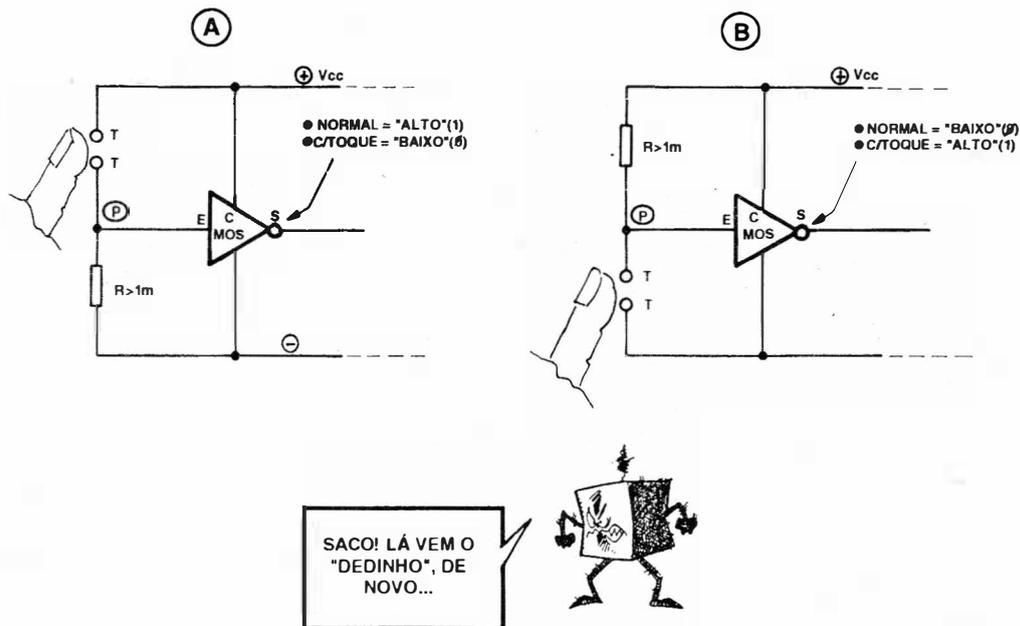

FIG. 3
- FIG. 3 - SIMPLES COMANDOS DIGITAIS DE TOQUE, UTILIZANDO GATES C.MOS - Um ser humano é “feito”, basicamente, de... ÁGUA! Se o corpo de uma pessoa, pesando 80 quilos, pudesse ter eliminada toda a sua água instantaneamente, restaria um “montículo” de partículas sólidas que caberia
- Outra coisa: mesmo as Entradas efetivamente **utilizadas** para dados digitais a serem aplicados aos gates ou blocos, não podem permanecer, em **stand by** (na "espera" de dados digitais...), em "aberto" (sem polarização CC). Conforme vemos nos diagramas da fig. 3, não importando se os dados que chegarão venham como "estados altos" ou "baixos", previamente a Entrada deverá estar recebendo uma polarização (se "baixa" ou se "alta", dependerá da estrutura lógica do bloco, do circuito e da função...) via resistor(es) dimensionados especificamente...